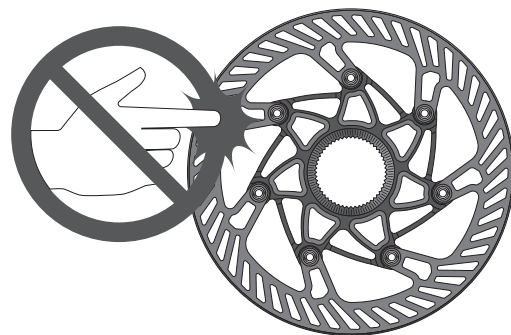

Fig.3
- Ne jamais toucher le disque du frein à disque, même lorsque le vélo est immobile. Le disque peut être très chaud et pourrait causer de graves brûlures. Nous rappelons d'apporter la plus grande attention même lorsque le vélo est en mouvement car le disque affilé pourrait causer de graves blessures aux doigts, s'ils sont insérés dans les ouvertures du disque en mouvement (Fig.3).